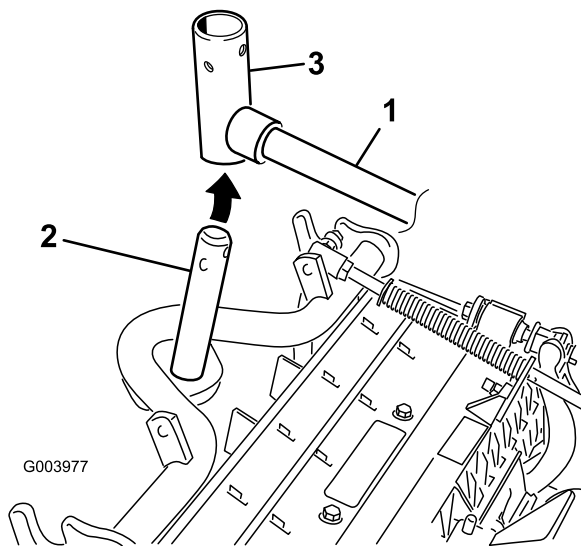

**Bild 8**
8. Vorderen Mähwerke: Schieben Sie ein Mähwerk unter den Hubarm und schieben Sie gleichzeitig den Trägerrahmenschaft in das Gelenkjoche des Hubarms (Bild 8).
- B. Setzen Sie das Hubarmjoch in den Trägerrahmenschaft ein (Bild 8).